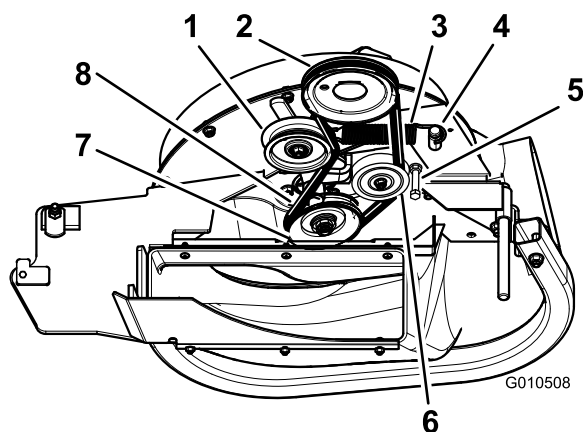

Figure 14
2. Sur les tondeuses de 122 et 132 cm (48 et 52 po), desserrez le guide-courroie (Figure 14).
3. Chaussez la courroie sur la poulie de ventilateur et la poulie de tension fixe (Figure 14).